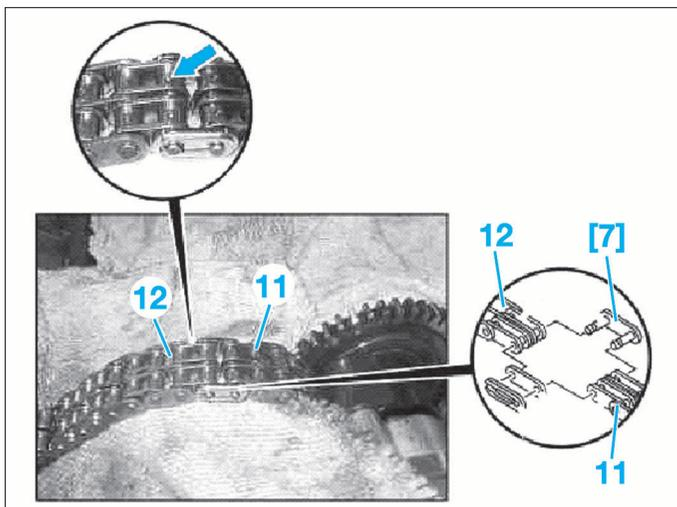

FIG. 27
- Relier la chaîne de distribution neuve (12) à la chaîne de distribution usagée (11) à l'aide du maillon de montage [7] (Fig.27).